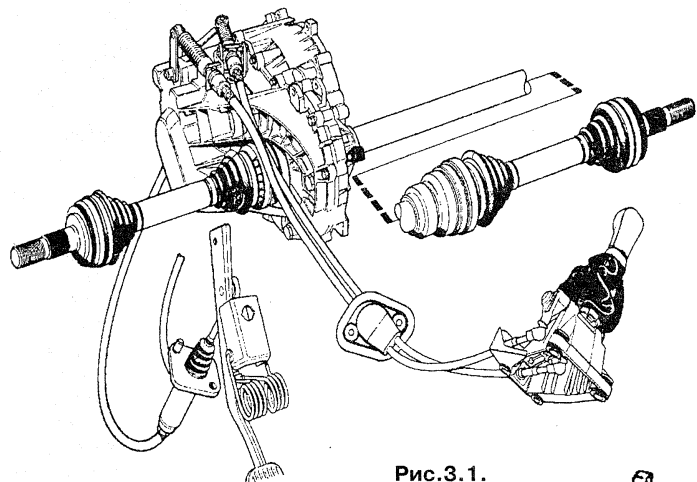

Рис.3.1.
52. См. рис.3.1. При каждой проверке тормозов или при установке передней части на стенд необходимо проверять резиновые щитки. При наличии малейшей трещины вода и грязь будут попадать внутрь, в результате чего приводящие кулачки быстро выйдут из строя.